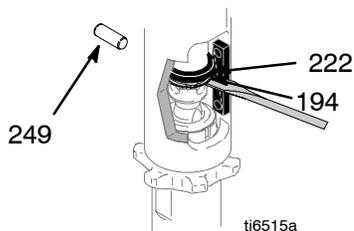
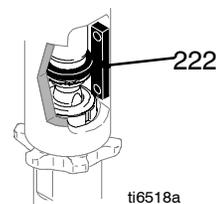

Fig. 12
Fig. 15
4. Fig. 12. Empurre o anel magnético (222) para cima. Empurre a mola retentora (194) para cima. Retire o pino (249).
2. Fig. 15. Puxe o cabo de arranque do motor lentamente até que o orifício do pino da biela do pistão fique alinhado com o orifício da biela hidráulica. Fig. 12. Insira o pino (249) no orifício. Empurre o anel magnético (222) para baixo. Insira a mola retentora (194) na ranhura.